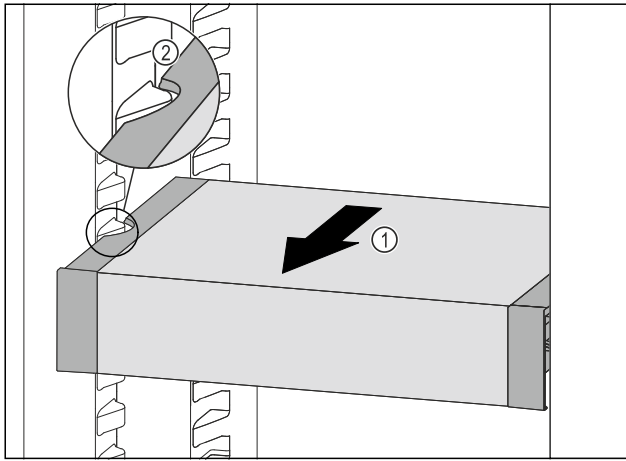

Fig. 40
- ▶ Tire del VarioSafe hacia delante Fig. 40 (1) hasta que las cavidades laterales del VarioSafe estén al mismo nivel que la ranura del recipiente en el compartimento frigorífico. Fig. 40 (2)